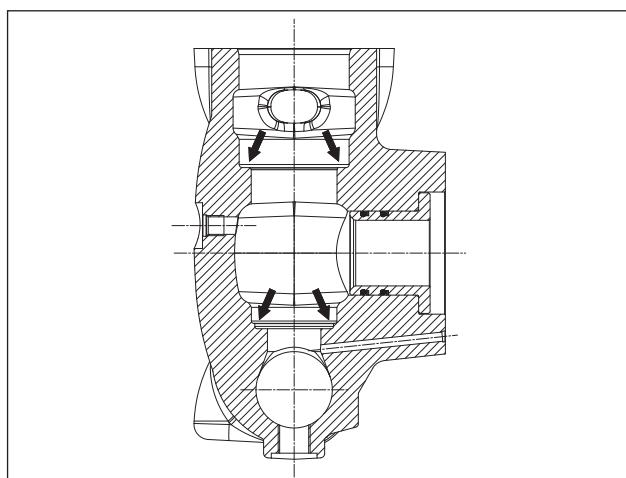

Fig. 109
Antes de reposicionar os grupos da válvula, limpe e enxugue perfeitamente as relativas ranhuras no cabeçote, indicadas pelas flechas (pos. ①, Fig. 109).